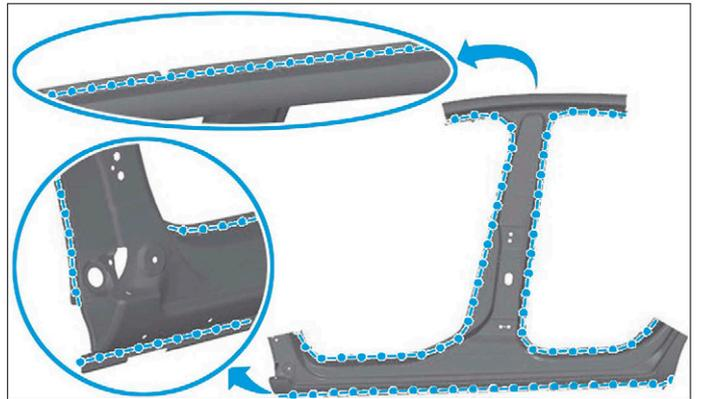

FIG. 76
- Préparer les zones d'accostage et les protéger par un apprêt soudable (Fig.76).